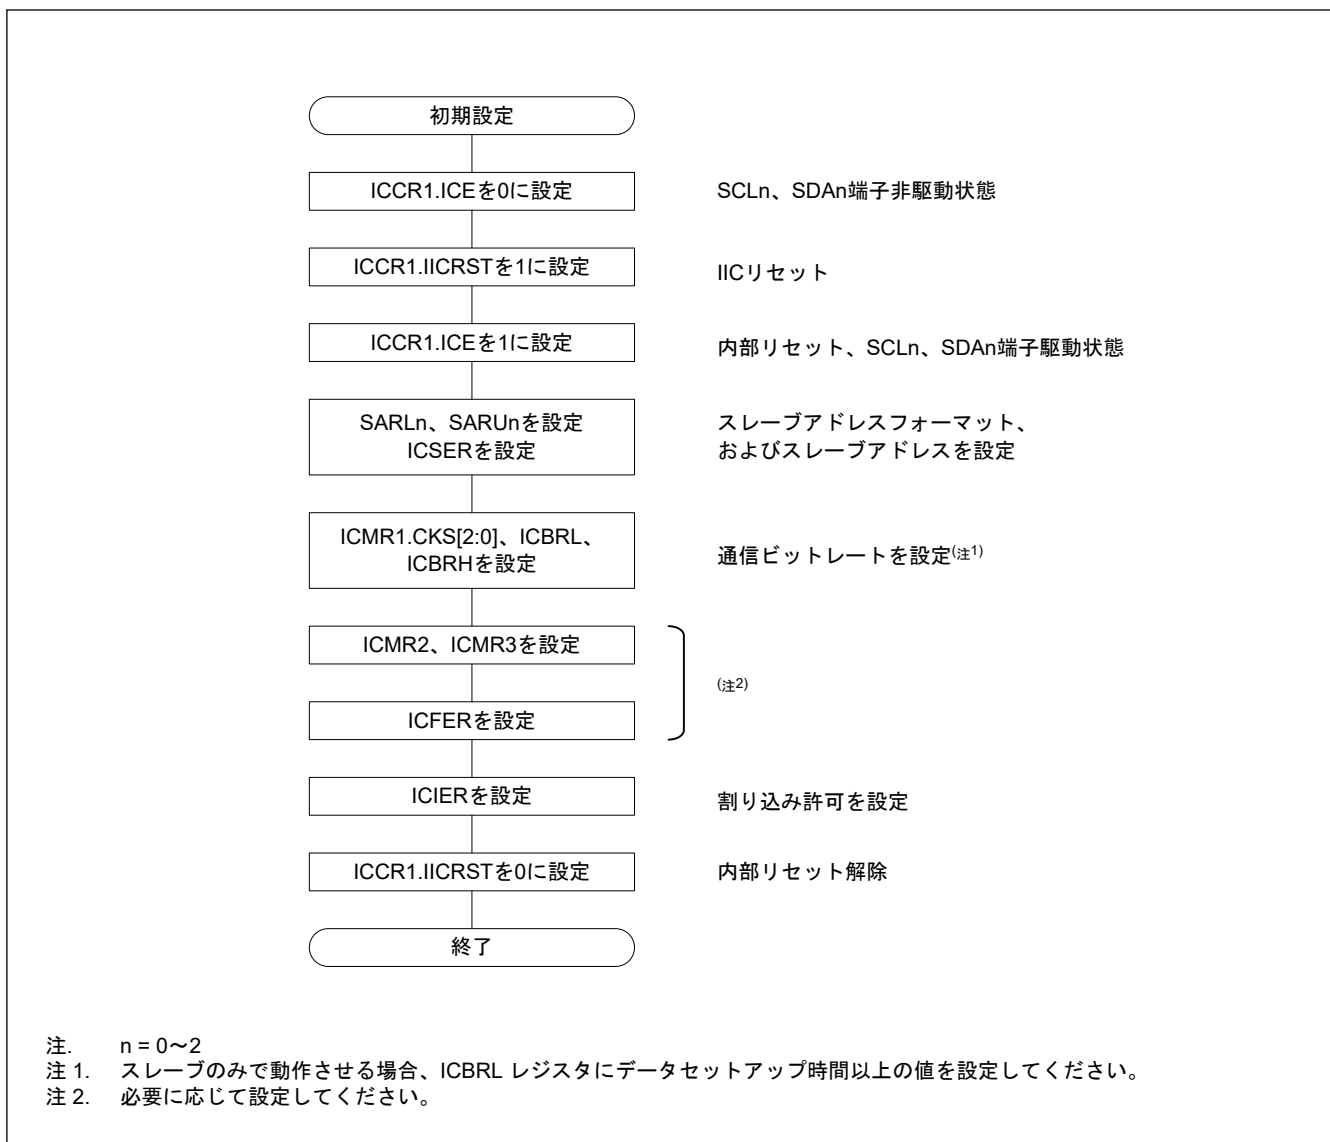

図 27.5 IIC の初期化フローチャート例
データの送受信を開始する前に、図 27.5 に示す手順に従って IIC を初期化してください。
4. SARLy、SARUy、ICSER、ICMR1、ICBRH、および ICBRL レジスタ (y = 0~2) を設定し、必要に応じてその他のレジスタを設定します。IIC の初期設定については、図 27.5 を参照してください。